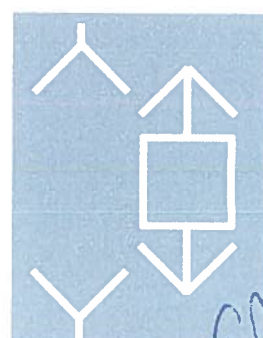

Fig. 7.38
- Lipsă tensiune pe ambii poli ai întreruptorului (fig. 7.38);